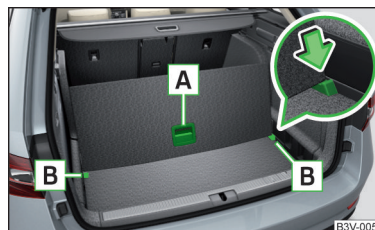

Abb. 142
- › Zum **Unterteilen** den variablen Ladeboden am Griff **A** anheben und den hinteren Rand des variablen Ladebodens in die Nuten **B** in Pfeilrichtung einschieben » Abb. 142.